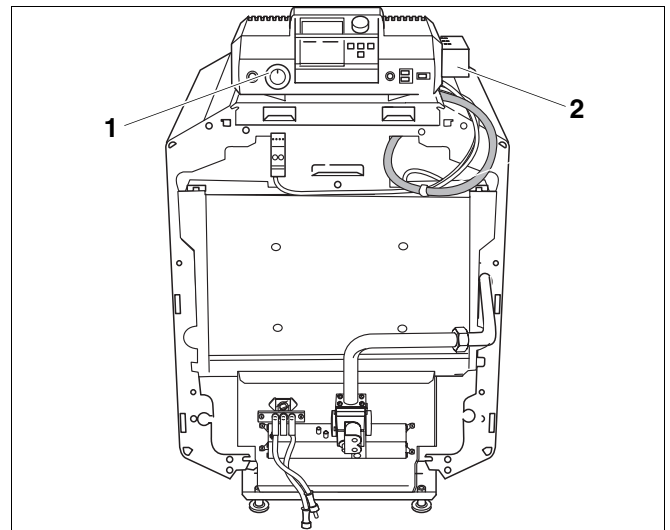

Abb. 40 Gasfeuerungsautomaten ablegen
- Gasfeuerungsautomaten (Abb. 40, **Pos. 2**) auf den Heizkessel hinter dem Regelgerät (Abb. 40, **Pos. 1**) ablegen.